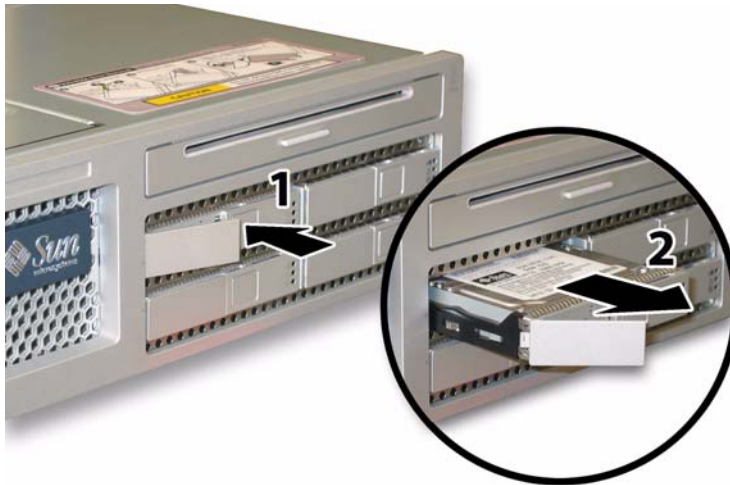

ABBILDUNG 4-33 Öffnen der HDD-Verriegelung
- a. Drücken Sie die Taste auf der Stirnseite des HDD, um die federbelastete Verriegelung zu entsperren. Siehe ABBILDUNG 4-33.